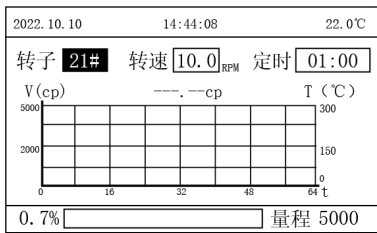

图 7
- (9) 如需定时测试时间，可返回到主菜单，按◀或▶键可切换到设置中心，按确定键进入设置中，按▼键下拉菜单，选定“7、开/关计时器”后按确定进入，再按▲或▼键可切换计时器开/关，按确定键选定模式，返回即可退出。回到测量项目界面，选择好转子转速后，即可设置定时测量；（注：如定时时间小于最短测量时间，定时时间将自动设置至最短测量时间）
- (10) 测量时按暂停键，仪器将会停止测量：如再按确定键，仪器将按上次设置的转子号、转速和定时时间进行测量。若要更改转子或者转速，必须按返回键后方能操作；
- (11) 返回主菜单界面如图 2，将光标选择至“粘温曲线”后按确定键进入粘温曲线测量模式，如图 7，转子、转速、定时设置方式同测量项目内设置方式一样（cp 为粘度值，T 为温度）；
- (12) 如需保存测量结果，在测量数值稳定后按保存键即可，显示弹窗保存中即为保存成功。